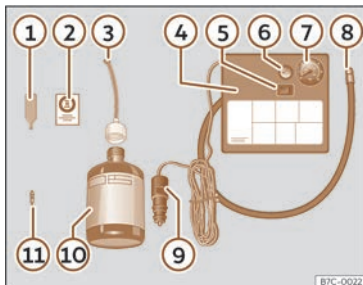

Fig. 214 Représentation standard : contenu du kit anticrevaison.
Le kit anti-crevaison se trouve dans le coffre à bagages, sous le revêtement de plancher. Il inclut les éléments suivants >>> fig. 214 :
- Dévissez le capuchon et l'obus de la valve du pneu. Utilisez l'appareil >>> fig. 214 ① pour extraire l'obus. Placez-le sur une surface propre.
- Agitez fortement la bouteille de produit de colmatage des pneus >>> fig. 214 ⑩.
- Vissez le tuyau de gonflage >>> fig. 214 ③ sur la bouteille de produit de colmatage. Le plombage du goulot de la bouteille est automatiquement percé.
- Retirez le bouchon du tuyau de remplissage >>> fig. 214 ③, puis vissez l'extrémité ouverte du tuyau sur la valve du pneu.
- Placez de nouveau l'obus avec l'outil >>> fig. 214 ① sur la valve du pneu.
- Vissez le tuyau de gonflage du pneu du compresseur >>> fig. 214 ⑧ sur la valve du pneu.
- Vérifiez si la vis d'évacuation d'air est serrée >>> fig. 214 ⑥.
- Branchez le connecteur >>> fig. 214 ⑨ à la prise de courant de 12 volts du véhicule >>> page 264.
- Raccordez le compresseur d'air au commutateur ON/OFF >>> fig. 214 ⑤.
- Collez l'autocollant >>> **fig. 214 ②** sur le combiné d'instruments, dans le champ de vision du conducteur.
Revissez le tuyau de gonflage >>> **fig. 214 ⑧** et vérifiez la pression du manomètre **⑦**.